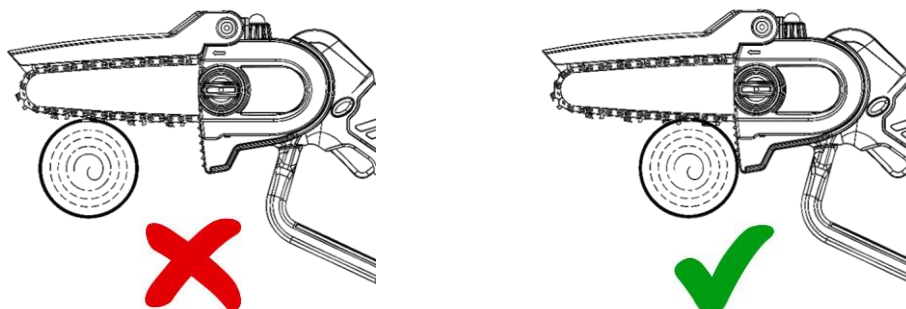

Fig. 9
Taglio (Fig. 9)
- Innestare il taglio tenendo l'utensile saldamente in posizione per evitare possibili rimbalzi o pattinamenti, vedere Fig. 9.